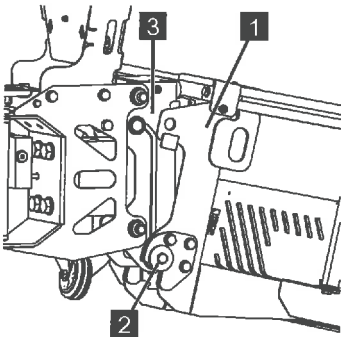

Abb. 143
2. Arbeitskorb (Abb.143/1) zu zweit in die Halterung (Abb.143/2) einsetzen und in die Aufnahme (Abb.143/3) drücken.